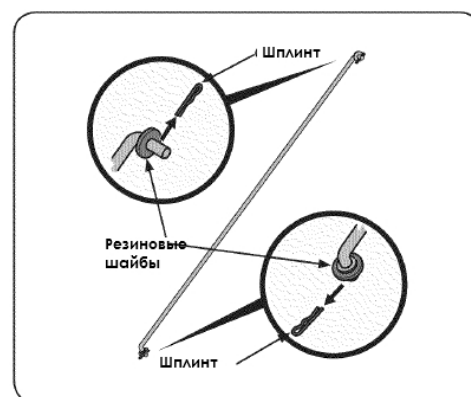

Рис.4
1. Удалите два верхних шестигранных болта и конtringие гайки с кронштейнов крепления ручки, но не удаляйте нижние болты и гайки. См. Рис. 4.
2. Извлеките пружинные шплинты из тяги управления и установите на место резиновые шайбы. См.Рис.4.